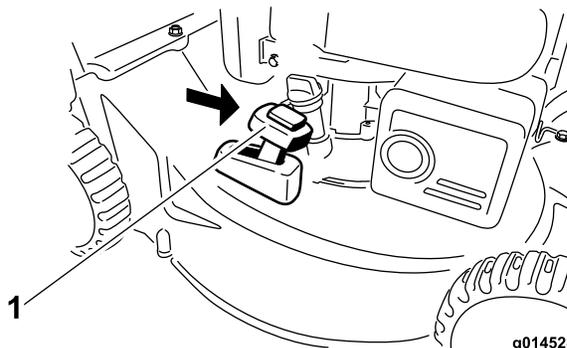

Figura 18
2. Instale la bolsa de recogida; consulte Cómo retirar la bolsa de recogida (página 12), y mueva la palanca de ensacado a demanda al modo de **ensacado** (Figura 18).
Nota: Si la bolsa de recogida está instalada en la máquina, retírela antes de proceder a la descarga lateral de los recortes; consulte Cómo retirar la bolsa de recogida (página 12). La palanca de ensacado a demanda debe estar en el modo de **ensacado** (Figura 18).